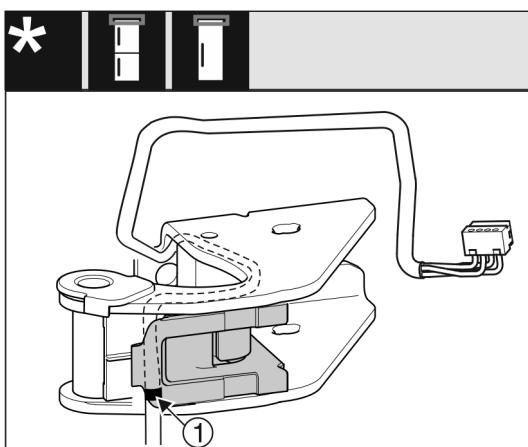

Fig. 28
- ▶ При това средната маркировка трябва да е върху ръба на кабелния държач Fig. 28 (1).